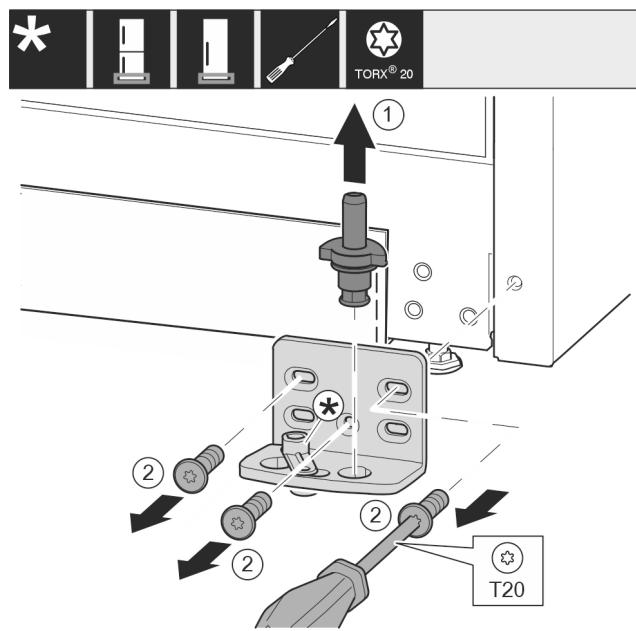

Fig. 10
- Izvucite podložak ležaja kompletno prema gore. Fig. 10 (1)
- Odvijačem T20 odvijte vijke i skinite podložak ležaja. Fig. 10 (2)